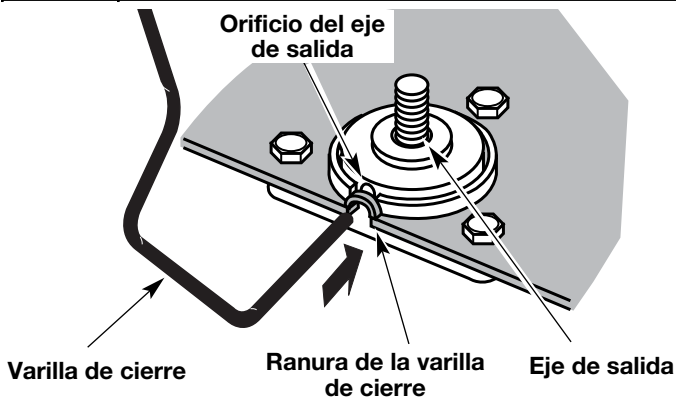

Fig. 7
1. Alinee el orificio del eje de salida con la ranura de la varilla de cierre. Inserte la varilla de cierre a través de la ranura en el orificio del eje de salida (Fig. 7).